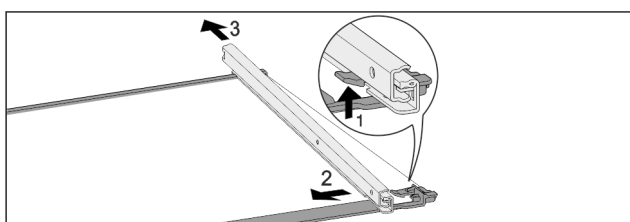

Fig. 120 Glasplatte mit Schienen
- Vordere Rasthaken nach oben drücken. Fig. 120 (1)
- Auszugsschiene zur Seite Fig. 120 (2) und nach hinten Fig. 120 (3) wegschieben.